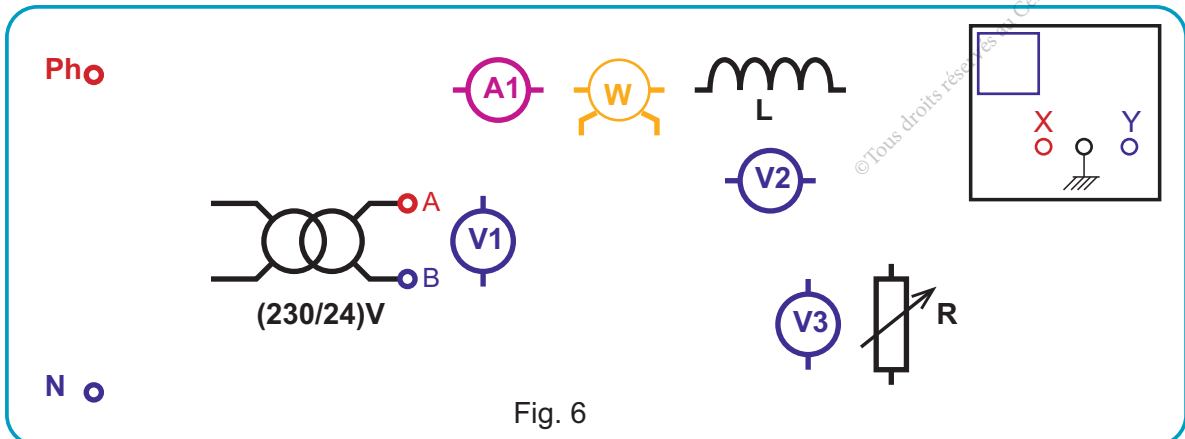

Fig. 6
2 Compléter le schéma de montage (figure 6) afin :
- 3 Réaliser le câblage du circuit conformément au schéma du montage (figure 6);